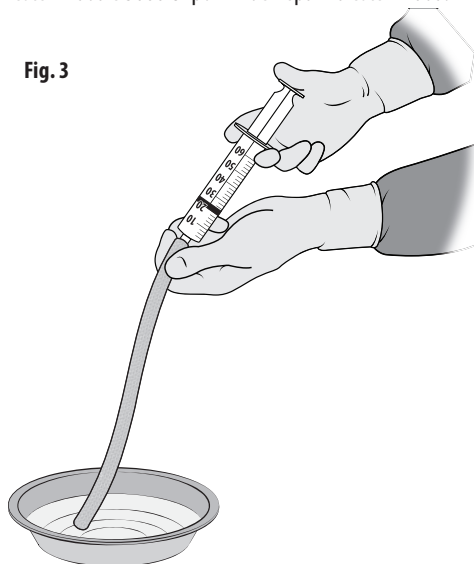

Fig. 3
- Utilizar uma seringa esterilizada para lavar o lúmen da prótese com 20 ml de soro fisiológico esterilizado. Fig. 3. Repetir pelo menos duas vezes.